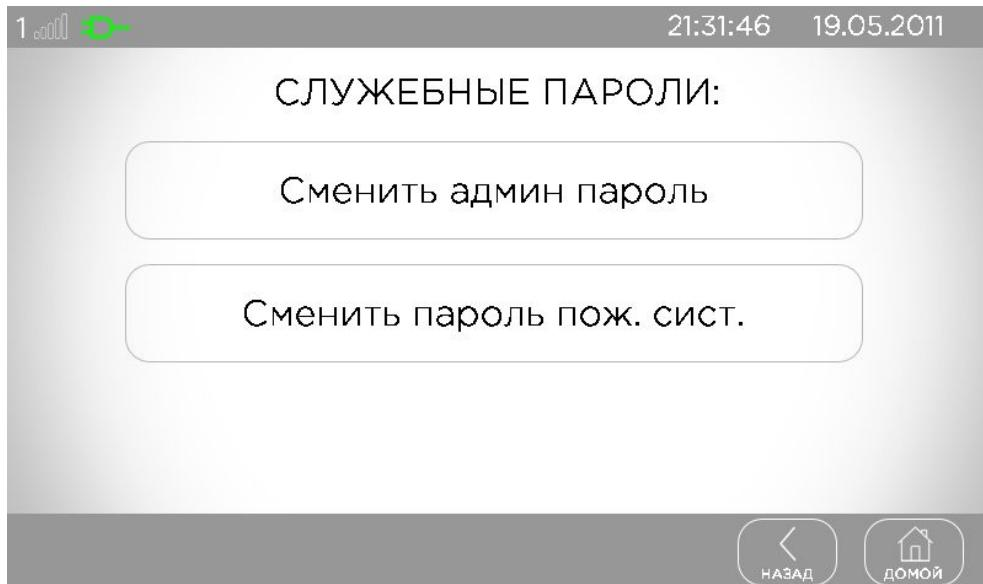

Рисунок 16. Доступ к служебным паролям («Лунь-11mod.5/6»)
**Служебные пароли («Лунь-11mod.5/6»)** – доступ к редактированию административного пароля и пароля пожарной подсистемы по нажатию соответствующей кнопки (рисунок 16).